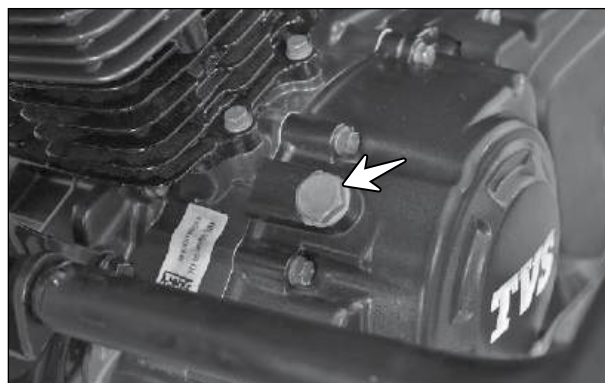

Fig. 2.50
- Remova o bujão PMS (seta) junto com a arruela de vedação. (Fig. 2.50)